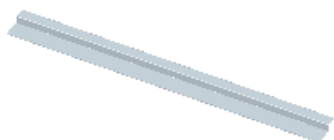

图 8.13.5 轮廓弯边特征 1
Step2. 创建图 8.13.5 所示的轮廓弯边特征 1。
- (1) 选择命令。单击“主页”功能选项卡“钣金”工具栏中的“轮廓弯边”按钮 .